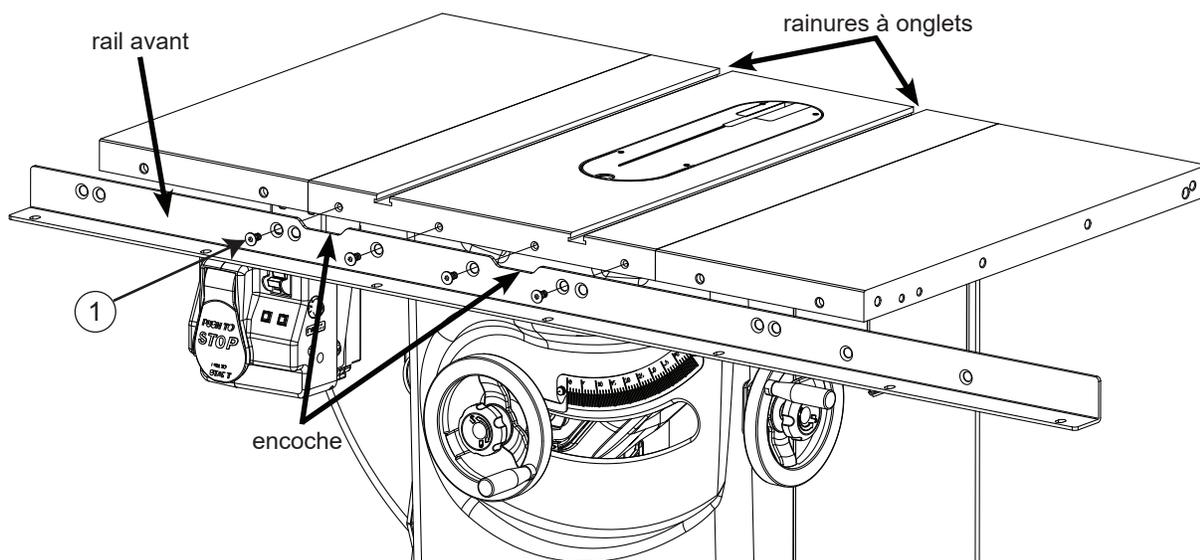

Fig. 2
2. Prenez le rail avant (le plus grand des deux rails) et alignez-le sur le bord avant de votre scie en centrant les encoches dans le rail avec les deux fentes à onglet de la table et en alignant les deux trous entre les encoches avec les deux trous correspondants dans le bord avant de la table. L'alignement des deux trous entre les encoches aligne tous les autres trous utilisés pour monter le rail avant sur votre scie ; différents trous sont utilisés pour différentes scies. Lorsque les trous sont alignés, montez le rail avant sur la scie en prenant quatre boulons de douille à tête fraisée M8x1,25x16 et en vissant un dans chacun des quatre trous filetés situés sur le bord avant de la table principale (voir fig. 2). Serrez les quatre boulons avec une clé hexagonale de 5 mm.